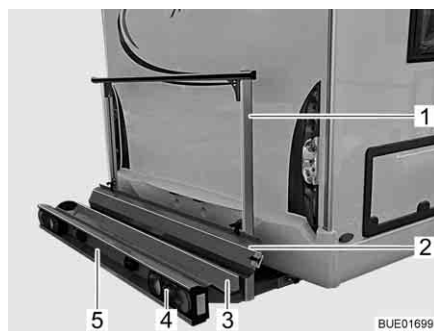
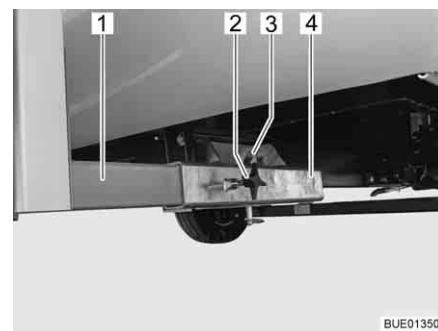

Fig. 6 Soporte para cargas
Fig. 7 Dispositivo de fijación en el vehículo
El soporte para cargas (Fig. 6) permite llevar una motocicleta o un escúter con un peso de hasta 130 kg.
- Cubeta portadora (Fig. 6,3) y estribo de sujeción (Fig. 6,1) con dispositivo de fijación en el vehículo (Fig. 7)
- Luces traseras (Fig. 6,4)
- Luz de matrícula (Fig. 6,5)
- Riel de subida (Fig. 6,2)
Los dos soportes longitudinales (Fig. 7,1) del soporte para cargas están fijados con tornillos de torniquete (Fig. 7,2) en los alojamientos cuadrados (Fig. 7,4) en el piso del vehículo. El soporte para cargas está asegurado mediante un perno (Fig. 7,3) con anillo de retención.